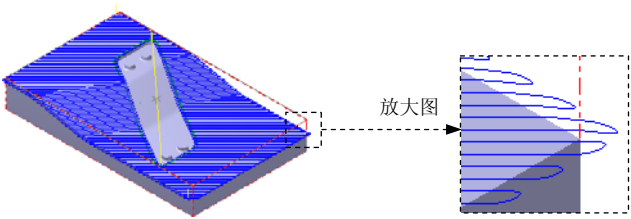

图 14.20 刀具路径
Step7. 单击“曲面精加工平行铣削”对话框中的  按钮, 同时在图形区生成图 14.20 所示的刀具路径。